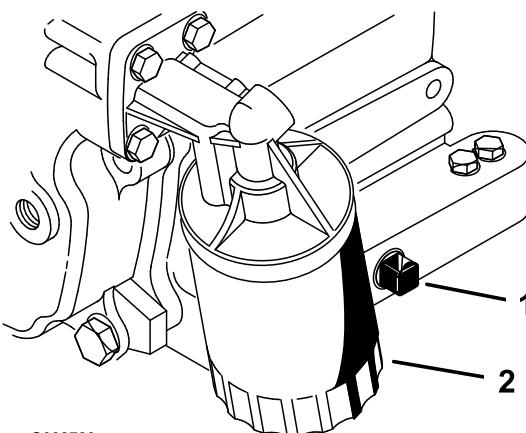

図 27
- ドレンプラグ (図 27) を外してオイルを容器に受けれる。オイルが抜けたらドレンプラグを取り付ける。
- オイルフィルタを外す図 27。